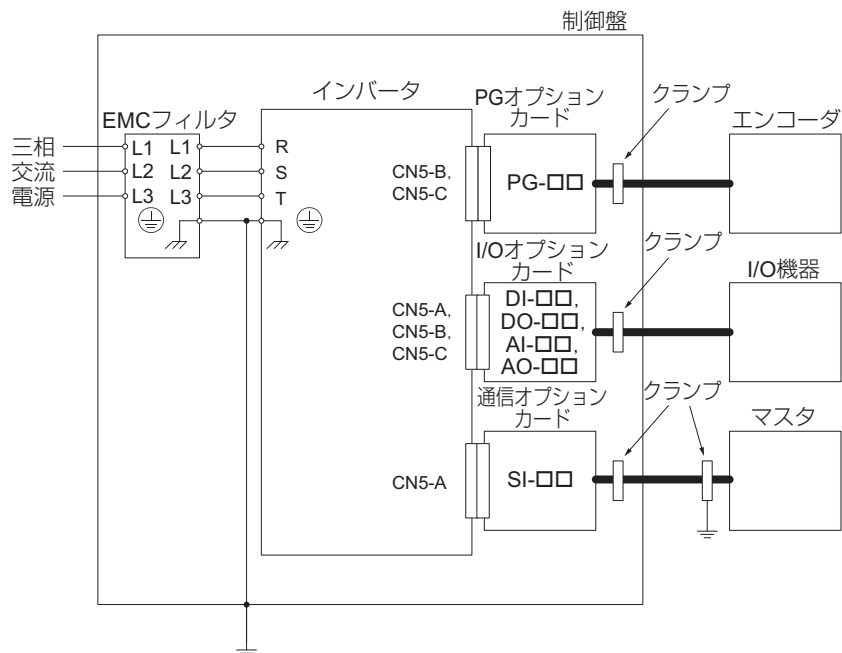

図 31 オプションカードの設置方法（1000 シリーズ，GA700，GA800，CR700，CH700，LA700 の場合）
2. 配線はできるだけ短くします。なお、図 31、図 32 に従ってシールドを接地します。